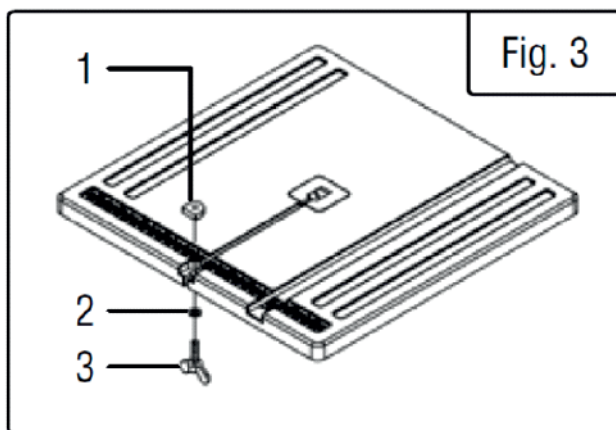

Рис. 3
2. Снимите гайку (Рис. 3–1), шайбу (Рис. 3–2) и барашковый винт (Рис. 3–3) со стола станка (Рис. 3).